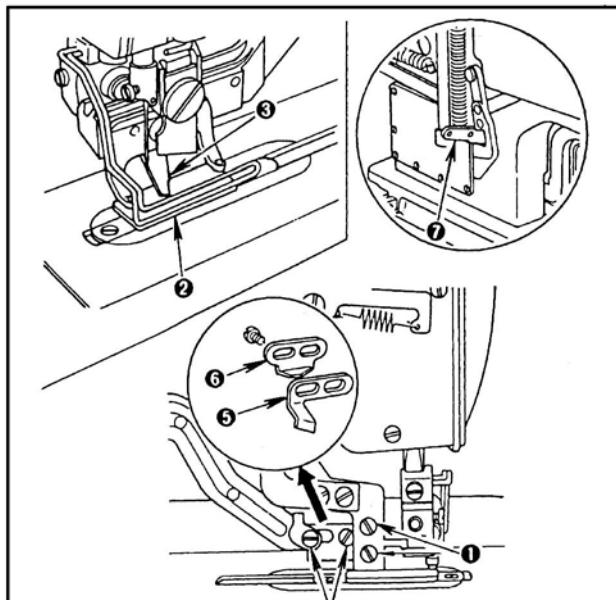

Рис.39
Внимание: убедитесь, что в сомкнутом состоянии зазор между лезвиями обрезателя составляет 0,3-0,5 мм. Если не выдержан данный зазор, то возникает нежелательное трение между обрезателем и его приводной пластиной (5) (рис.39), что может препятствовать плавному движению рычага подъёма (7).